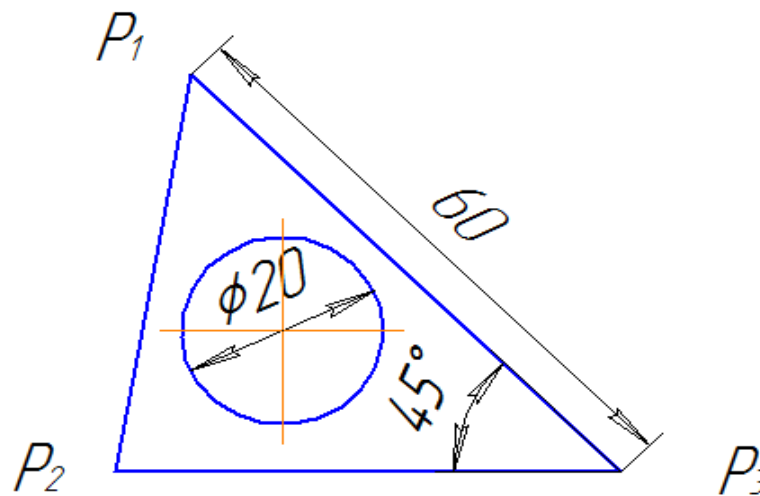

Рисунок 9
11. **Задание 2.** Постройте фигуру по образцу, используя способы ввода значений в поля **Строки параметров** (рисунок 9). За начало (P1) возьмите **произвольную точку** в первой координатной четверти (например:  $x=40, y=70$ ). Координаты точек P2( $x=73, y=15$ ), P3( $x=123, y=15$ ), отрезок p1-p3 длиной 60 мм и углом наклона -  $45^\circ$ . Завершите построение треугольника, а затем постройте окружность  $x=90, y=30$ , радиус 10 мм.